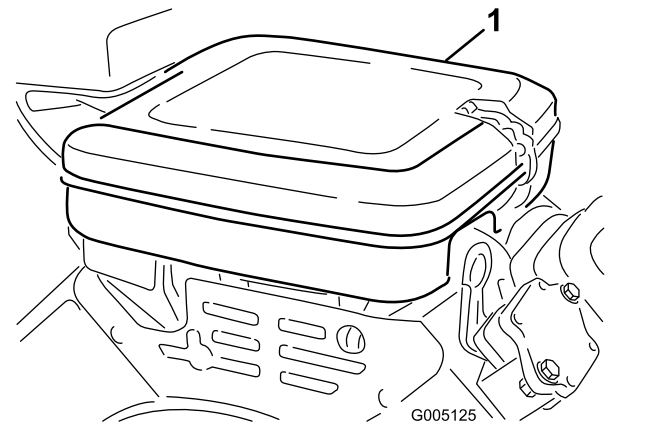

Bild 26
1. Reinigen Sie die Luftfilterabdeckung (**Bild 26**).